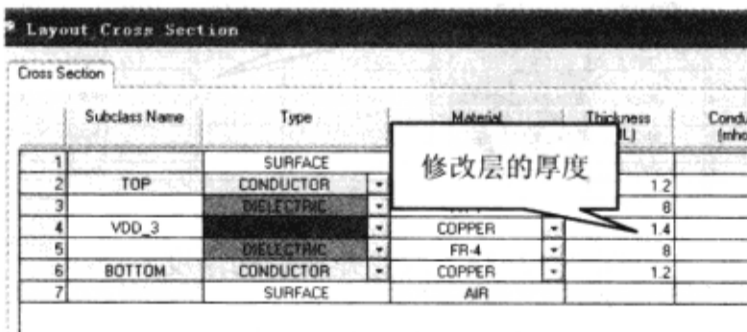

图 7-12-25 修改层面厚度
(8) 在第 4 层的“Thickness”栏中把厚度由 1.2mil 变为 1.4mil，按“Tab”键，如图 7-12-25 所示。